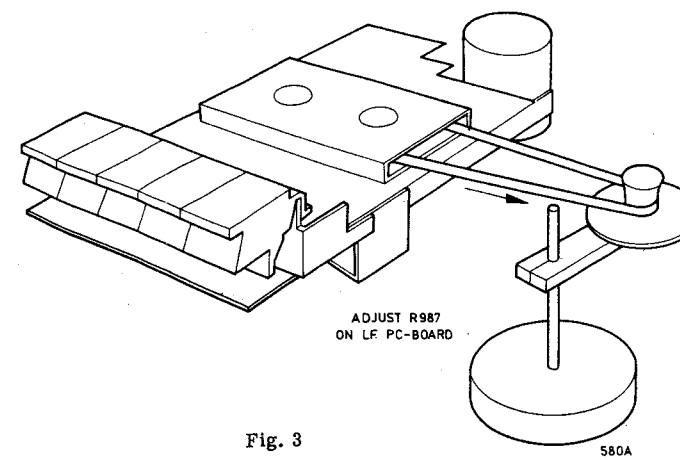

Fig. 3
- Führe das Band entlang dem Stroboskop (siehe Abb. 3).